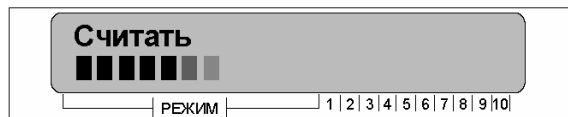

Рисунок 29
- Нажать клавишу «Ввод». В нижней части экрана появится бегущая строка, которая показывает процент завершения процесса считывания программы из прибора в ВПУ-A-06 (рисунок 29).